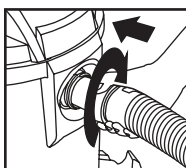

FIGURA 27
36. Vuelva a insertar la manguera dentro de la entrada y ajuste la tuerca de fijación. **FIGURA 27.**